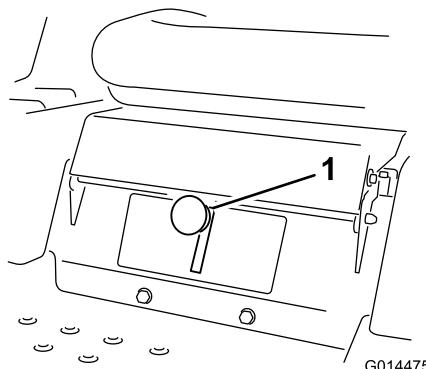

**Figura 18**
- Para ir hacia adelante, empuje lentamente las palancas de control de movimiento hacia adelante (Figura 18).
Para ir recto, aplique la misma presión a ambas palancas de control de movimiento (Figura 18).
Para girar, deje de empujar la palanca de control de movimiento del lado al que desea girar (Figura 18).